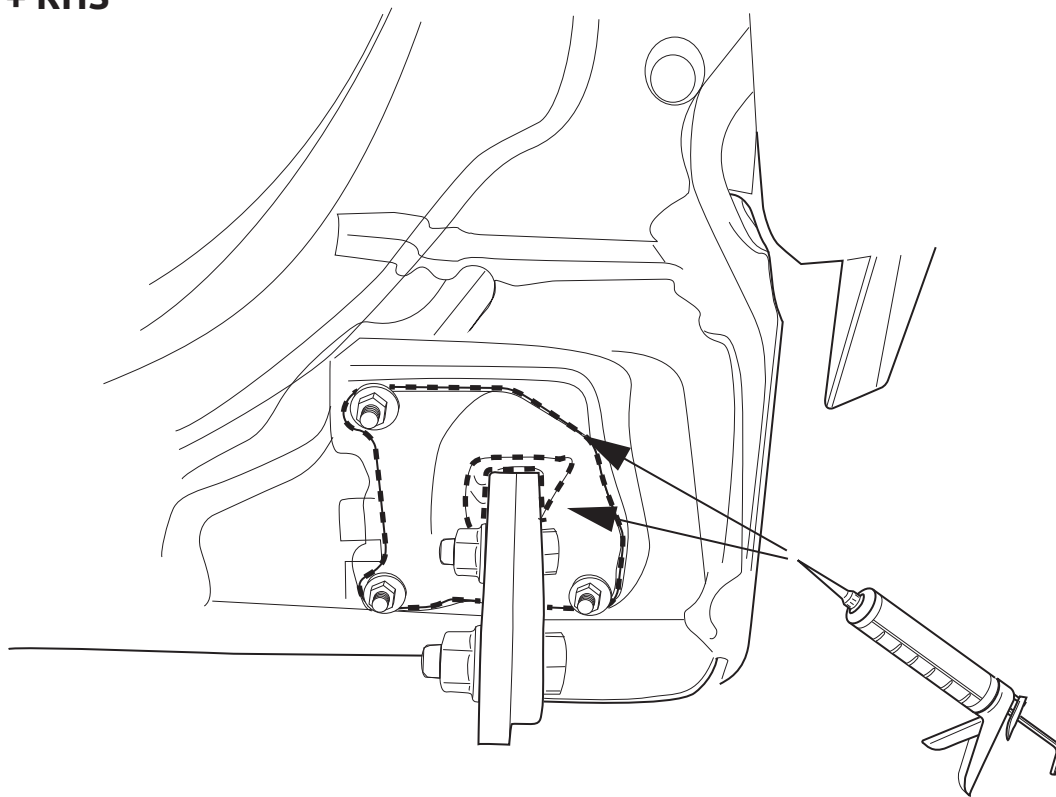

Fig. 3
6. Герметизировать обозначенные части (см. рис. 3).